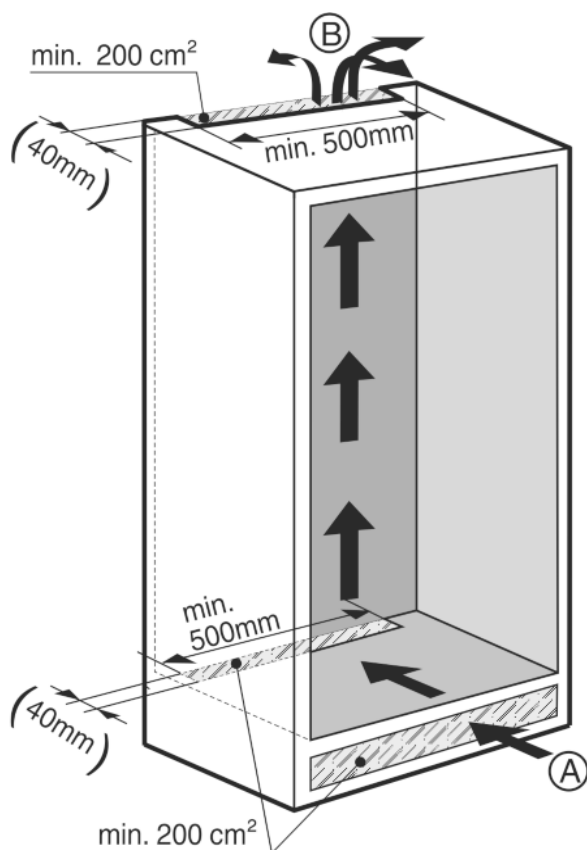

Fig. 3
- Повинен бути передбачений ефективний розмір вентиляційного отвору, що складає не менше 200 см² для кожного пристрою на вході повітря Fig. 3 (A) й на виході повітря Fig. 3 (B).